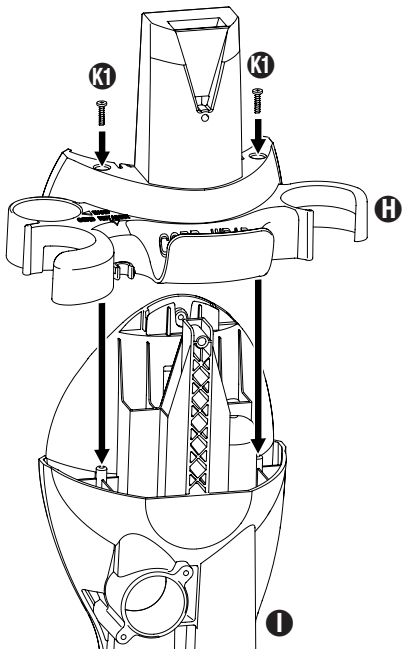

FIG. 2
Step 2: Attach the tool caddy **H** to the top of the rear housing **1** by sliding it onto the housing, and then attach using the 2 short screws **K1** provided (FIG. 2).
Étape 2 : Fixez le porte-accessoires ❹ à la partie supérieure du boîtier arrière ❶ en le glissant sur le boîtier. Alignez les trous de vis, puis vissez avec 2 vis courtes ❺ fournies avec l'appareil (FIG. 2).
Paso 2: Instale el portaaccesorios ❹ en la parte superior del alojamiento trasero ❶ deslizándolo sobre el mismo. Alinee los agujeros de los tornillos y fije las piezas usando los 2 tornillos cortos ❺ proporcionados (FIG. 2).